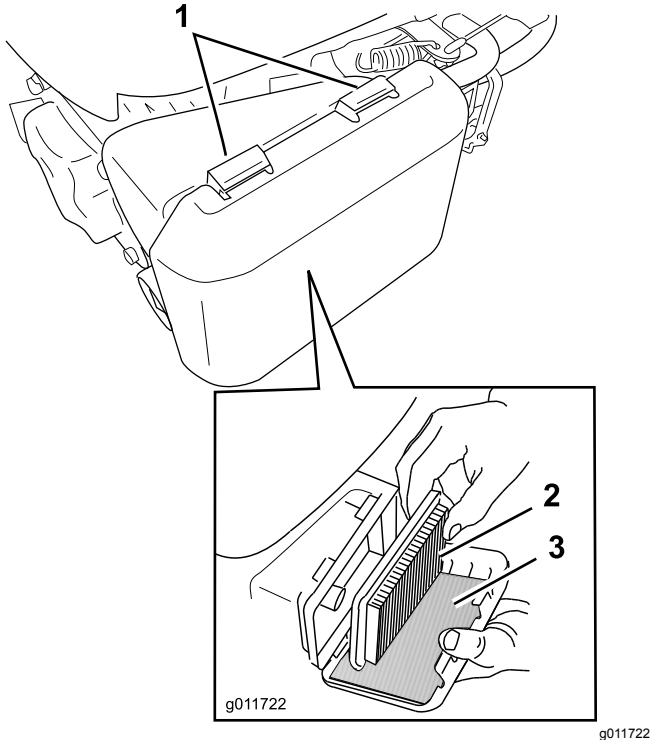

Figure 25
1. Appuyez sur les languettes de verrouillage en haut du couvercle du filtre à air (Figure 25).
3. Retirez l'élément en papier et le préfiltre en mousse (Figure 25).